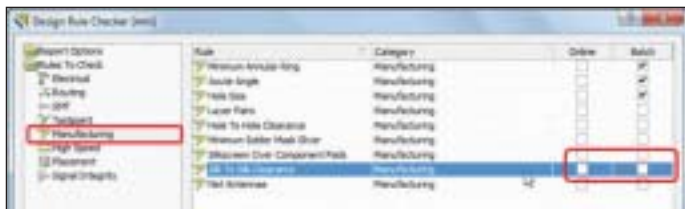

Рис. 92. Исключение правил
3. В правой части окна снимите галочки напротив строк *Silkscreen Over Component Pads* и *Silk To Silk Clearance* (рис. 92).